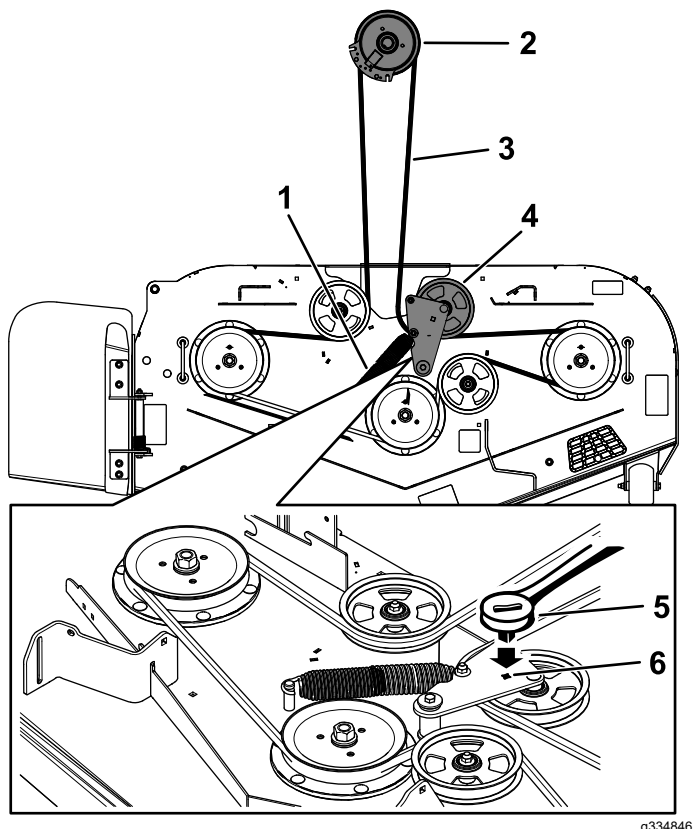

Figure 68
5. Insérez un rochet de $\frac{3}{8}$ pouce dans le trou carré du bras de la poulie de tension pour détendre le ressort de la poulie de tension (Figure 68).
7. Enlevez le guide-courroie situé sur le bras de la poulie de tension rappelé par ressort (Figure 68).
9. Acheminez la courroie neuve autour des poulies du tablier de coupe et de la poulie d'embrayage, sous le moteur (Figure 68).
10. Montez le guide-courroie sur le bras de la poulie tension (Figure 68).
11. Insérez le rochet de $\frac{3}{8}$ pouce dans le trou carré et installez le ressort de la poulie de tension (Figure 68).